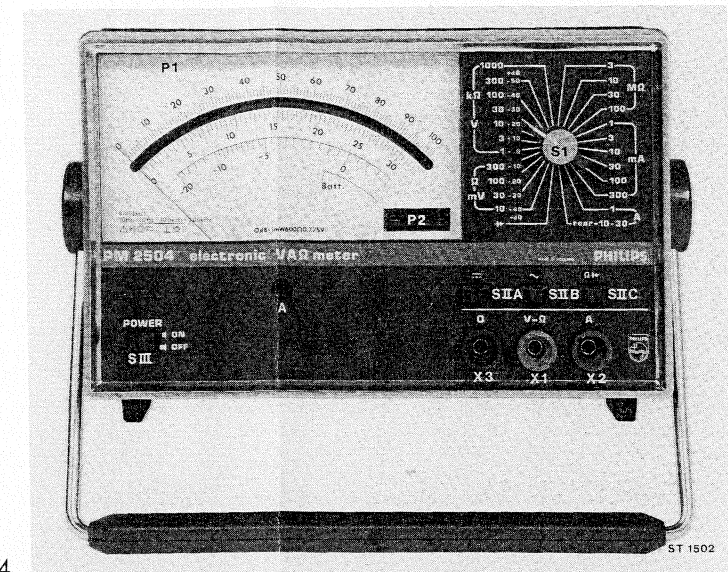

Fig. 14
## V-2 CONTROLE DE L'ETAT DES PILES (Fig. 14, 15, 16 page 42)
## V-3 REGLAGE DU ZERO (Fig. 14 et 15 page 42)
- Interconnecter l'entrée "O" et l'entrée "V- $\Omega$ " (Fig. 14 page 42).
## V-4 ETALONNAGE (Fig. 14 et 15 page 42)